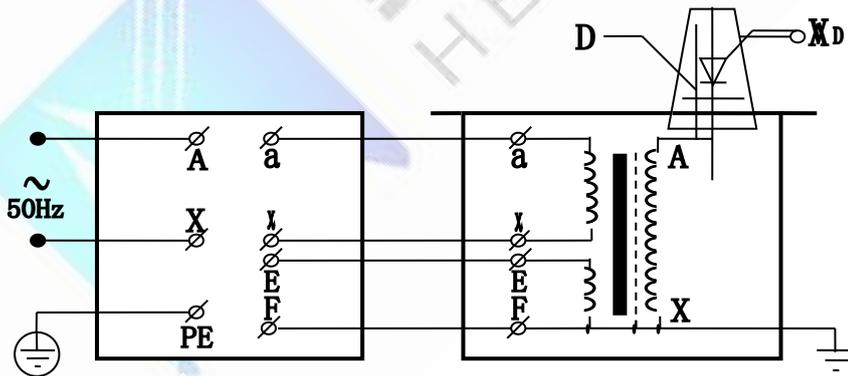

图 4：单台 YDC 交直流工频耐压试验装置原理图
2、单台 YDC 工频耐压试验装置的工作原理图见图 4，图中高压套管中装有高压硅堆，串接在高压回路中作半波整流，以获得直流高电压。当用一短路杆将高压硅堆短接时，可获得工频高电压，作为交流输出状态；取消短路杆时，作为直流输出状态。